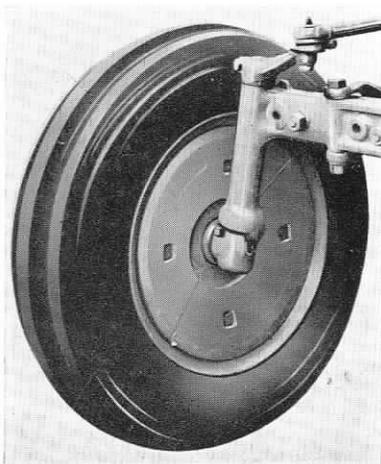

FIG. 67
- Intérieur (fig. 67) : deux demi-masses de 21,500 kg par roue, soit 43 kg par roue.